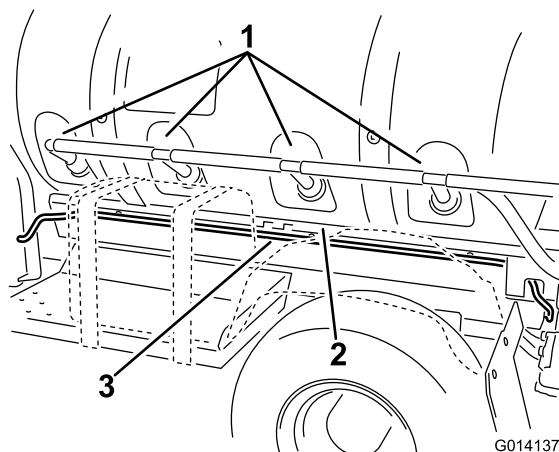

図 15
2. タンク・スキッドに沿って、攪拌ポートの下を通してハーネスを車両前方へ引き、バッテリー・ボックスまで引き出す（図 15）。ケーブル・タイ（3本）を使用して、ハーネスをフレームに固定する。